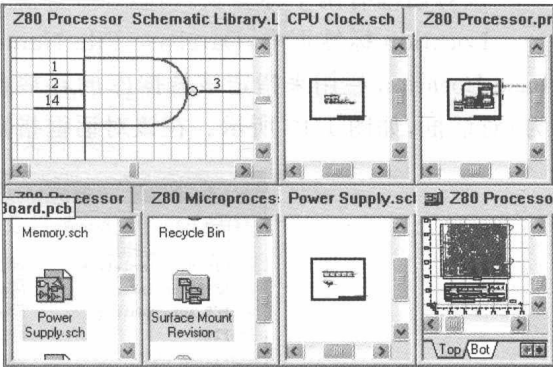

图 1-11 显示全部打开的文档和文件夹
- Tile All:窗口显示全部,将鼠标移到任何一个文件标签上,右击,执行此命令后,窗口显示所有打开的文档或文件夹如图 1-11 所示。